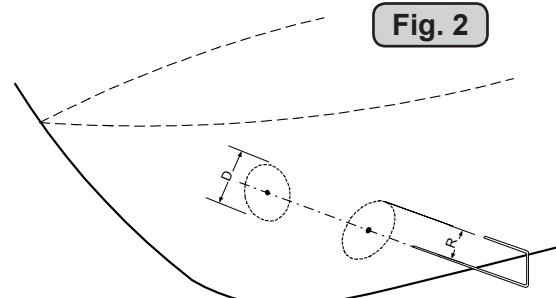
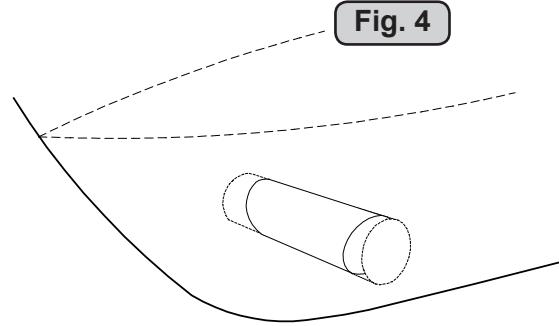

Fig. 2
Fig. 4
1. The best solution which normally reduces the drag most is to make a recess in the hull at the back of the tunnel. Thereby the back face is gone and about all the drag (Fig. 2). The depth and shape of this recess will depend on the boat. Basically you should not see the back face of the tunnel when standing directly in front of the tunnel at the angle of the boats centreline. The angle up or down backwards of the insert in the hull, depends on the hull shape, but normally it is angled slightly down because of the water flow on this area of the hull.
1. Den løsningen som vanligvis reduserer motstanden mest er å lage en fordypning i skroget i aktere ende av tunnelåpningen. Den loddrette flaten vil da forsvinne og dermed motstanden. Hovedregelen å følge er at bakkanten av tunnelen ikke skal synes når man står rett foran båten å titter akterover langs båten senterlinje. Dybden, utformingen og vinkling av fordypningen avhenger av båttypen, og hvordan vannet følger skroget, men de fleste båter vil være tjen til en fordypning som vinkler lett nedover (Fig. 2).
Bend a ø 5mm steel bar as shown with the "tip" bent back at the tunnel radius and mark the circle for the tunnel opening (outside diameter of the tunnel). Cut the hole with a jigsaw (Fig. 2).
Insert the tunnel and mark its shape to fit the hull (Fig. 4). (if you are installing with a deflector/spoiler, leave a part or the tunnel of the front- and underside of the tunnel to have a base for this (see page 20, Fig. 2). Cut the tunnel ends to the desired shape and lightly sand its surface and clean with acetone or similar where you are going to apply fibreglass.
Bøy til og tilpass en 5 m.m. stålstang, som vist på fig. 2 der den tilbakebøyde enden skal markere tunnelens radius. Stikk enden inn å marker tunnelens ytre diameter, skjær ut hullet med en stikksag (Fig. 2).
Sett inn tunnelen å marker hvor det skal kappes for å passe i skroget (Fig. 4). Hvis det skal støpes en spoiler i forkant av tunnelen bør en del av tunnelen stikke ut i for og underkant av skroget for å støpe spoileren mot (Side 20, Fig. 2). Kapp tunnelen i ønsket størrelse. Slip lett med slipepare, og vask med acetone der hvor det skal støpes med glassfiber.
SE40/125S****Fig. 4****Fig. 2